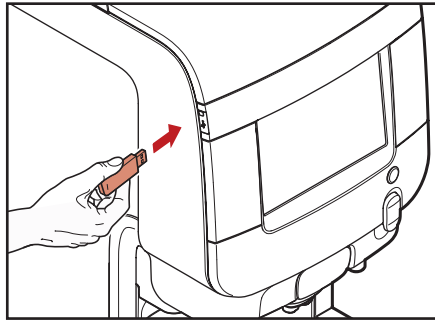

Рис. 6.1 - Вставить USB-ключ оператора
- Вставить USB-ключ оператора (рис. 6.1)